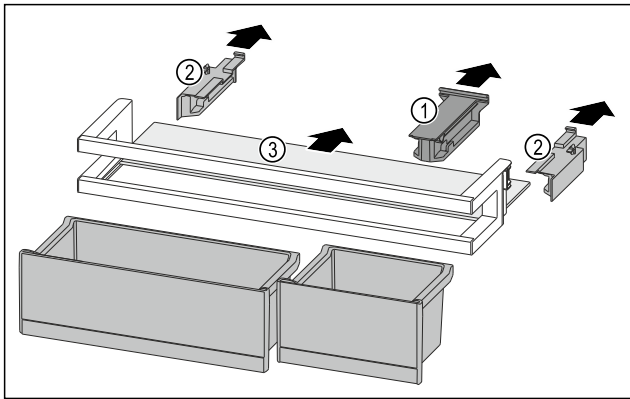

Fig. 202
- ▶ Halteteil Fig. 202 (1) abziehen.
- ▶ Seitenteile Fig. 202 (2) abziehen.
- ▶ Abstellfläche Fig. 202 (3) entnehmen.